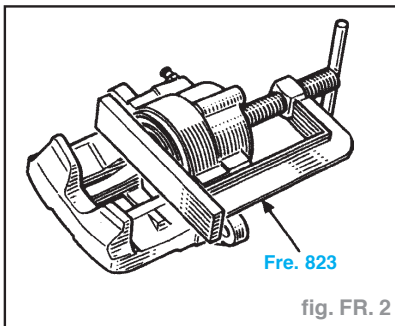

fig. FR. 2
- Repousser le piston au fond de son logement à l'aide de l'outil **Fre. 823** (fig. FR. 2).